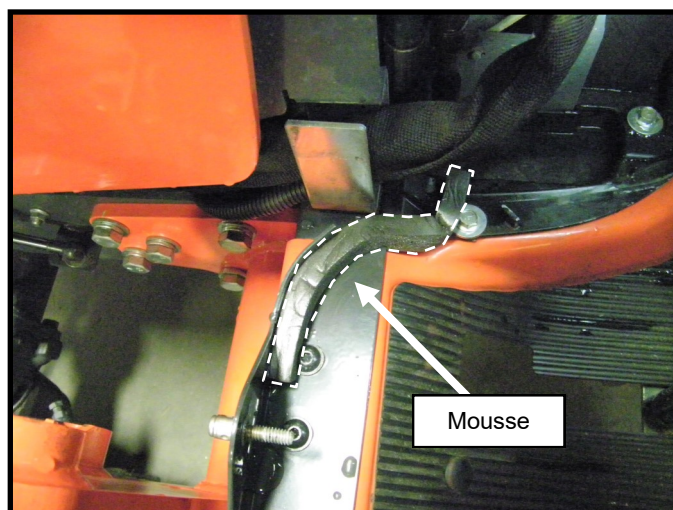

Figure 49 : Installation de la mousse
49. Installer un morceau de mousse de 7 po (voir les lignes en pointillés blancs sur la photo) sur le dessus du plancher et le dérouler sous l'endroit où la grille d'entrée d'air sera positionnée, comme illustré à la figure 49. Répéter pour le côté droit.